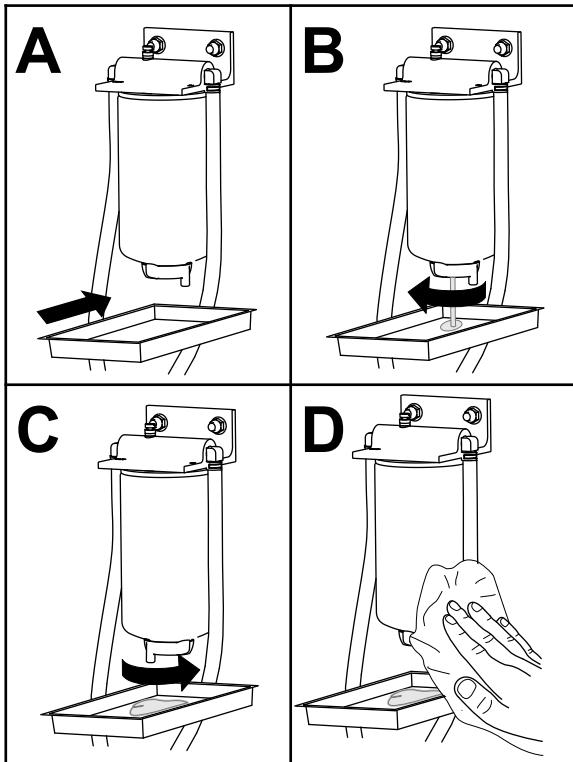

Figure 78
1. Faites l'entretien du séparateur carburant-eau comme montré à la Figure 78.